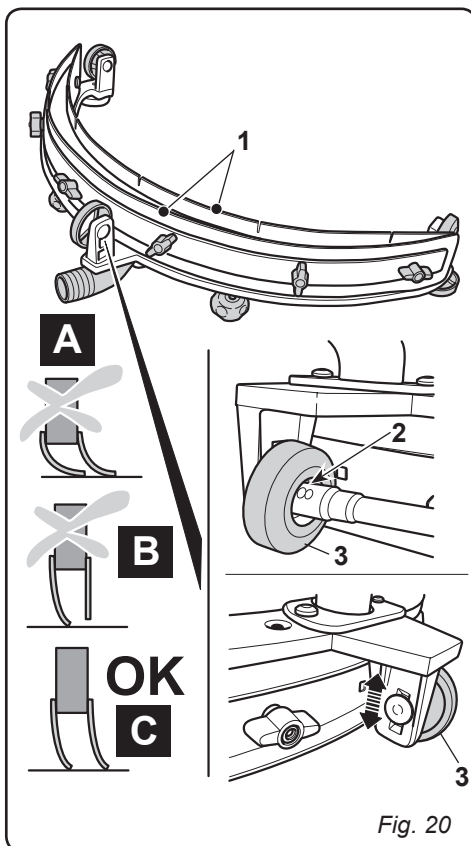

Fig. 20
11.1.g - Configuração de incidência do limpador (Fig. 20)
- Cheque o ângulo de incidência das borrachas (1) no chão.
11.1.h - Substituição dos fusíveis (apenas para a versão CB) (Fig. 20)